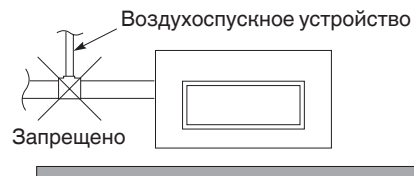

Рис. 3-14
- Не устанавливайте воздушное устройство, поскольку это может привести к разбрызгиванию воды из выходного отверстия дренажной трубы. (Рис. 3-14)